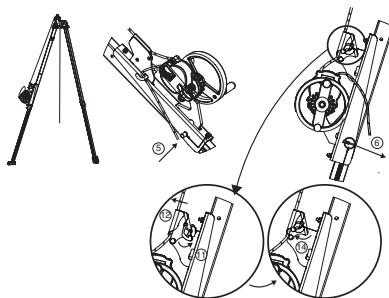

Fig. 9
**IMPORTANTE:** Attenzione al senso di montaggio: lo strozzafune deve essere rivolto verso la parte alta del treppiede tracpod (Fig. 9).
5. Posizionare il perno di fissaggio della console per apparecchio derope™ UP R. Questo perno di fissaggio svolge due funzioni: bloccaggio della gamba del treppiede tracpod e fissaggio della console per apparecchio derope™ UP R su questa gamba (Fig. 9, 5).
6. Bloccare il perno di fissaggio mediante la coppiglia ad anello (Fig. 9, 6).
11. Aprire lo strozzafune della console (Fig. 9, 11).
12. Introdurre la fune che esce dall'apparecchio derope™ nello strozzafune della console (Fig. 9, 12).
14. Chiudere lo strozzafune (Fig. 9, 14).